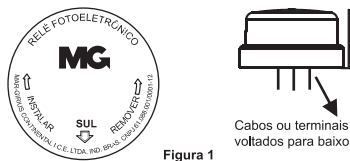

Figura 1
- 2) O relé deve ser fixado em local exposto ao tempo, com boa iluminação natural. O sensor deve ser posicionado de acordo com a seta indicativa (para o sul), e os conectores voltados para baixo, conforme **Figura 1**: